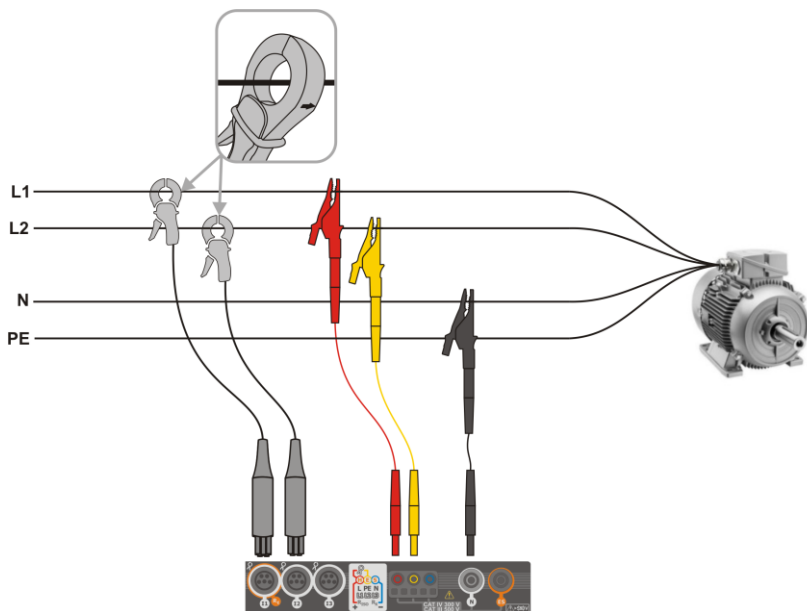

Fig. 5.5 Anschlussdiagramm – 2-Phasen
- 2-Phasen (Einphasen-Dreileiternetz)) (Fig. 5.5),